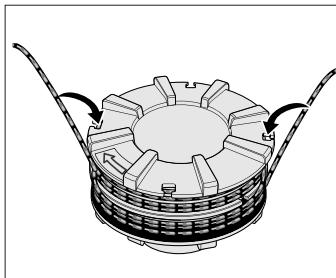

Fig. 15
- Introduzir os terminais dos fios através das duas ranhuras de retenção opostas, exercendo pressão, [Fig. 15].